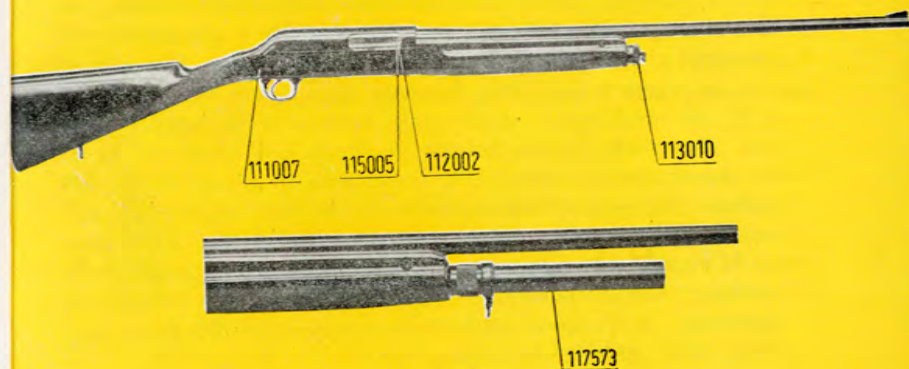

Fig. 1
con bindella ventilata, oppure liscia con il semplice zoccolo porta-mirino (vedere fig. 1).
al desiderio di molti cacciatori è stata ideata e costruita una prolunga del serbatoio (117573, fig. 1) che consente di aumentare di altri due i colpi normali disponibili nel serbatoio.
3.1. Si ponga la leva della sicura 111007 (Fig. 1) in posizione di sparo, quindi tenendo il fucile con la sinistra, si tiri con la mano destra la maniglia del carrello di armamento 112001 dell'otturatore (vedi fig. 1) fino a che questo rimane agganciato. Si riporti la leva della sicura in posizione di sicurezza. Si introduca per l'apertura rimasta libera una cartuccia in canna. Si prema quindi il bottone 115005 che si trova sul lato destro della cartuccia in camera.
3.2. Si capovolga l'arma e, tenendo premuto il bottone 115005 (vedi fig. 1) si spinga l'elevatore contro l'otturatore. Si lasci quindi andare il bottone, l'elevatore rimarrà bloccato in posizione di caricamento permettendo l'introduzione delle cartucce nel serbatoio. Eseguito il caricamento si prema di nuovo il bottone; l'elevatore tornerà nella sua posizione primitiva (vedi fig. 3).
3.3. Si tolga la sicura facendo girare la leva 111007 (vedi fig. 1) in posizione orizzontale, l'arma è così pronta per il tiro.
Si mandi l'otturatore in chiusura premendo il bottone 115005 (vedi fig. 1), quindi si capovolga il fucile e premendo nuovamente il bottone 115005 si spinga l'elevatore in basso contro l'otturatore; abbandonando il bottone si lasci l'elevatore bloccato in questa posizione (vedi fig. 3). Premendo la leva (115551) contro la quale si appoggia il fondello della prima cartuccia, con l'indice della mano sinistra come segnato nella fig. 4, la cartuccia uscirà dal serbatoio. Ripetendo l'operazione per ogni cartuccia contenuta nel serbatoio, questo potrà essere rapidamente scaricato.
5.3.2. Il fucile con la prolunga del serbatoio viene a presentarsi come illustrato nella fig. 1.